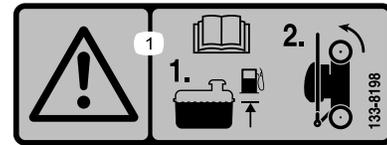

Bild 21
1. Stellen Sie sicher, dass der Stand des Benzins im Kraftstofftank nicht höher ist, als vom Motorhersteller empfohlen, siehe den Motoraufkleber des Herstellers auf dem Motor (Bild 21).